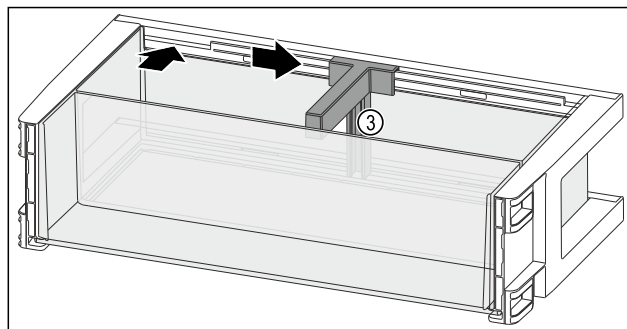

Fig. 127
- Inserire il portabottiglie Fig. 127 (3) nell'incavo.
- Far scorrere il portabottiglie Fig. 127 (3) lateralmente alla posizione desiderata.